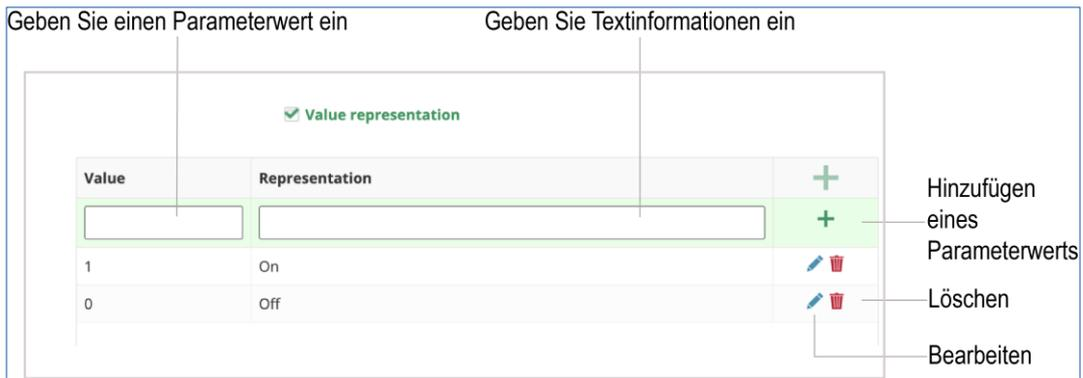

Abb. 6.14
- **Value representation** – kreuzen Sie das Kästchen, um den verschiedenen Parameterwerten Textinformationen zuzuordnen. In Berichten werden die Parameterwerte dann durch die entsprechenden Texte ersetzt (Abb. 6.14).